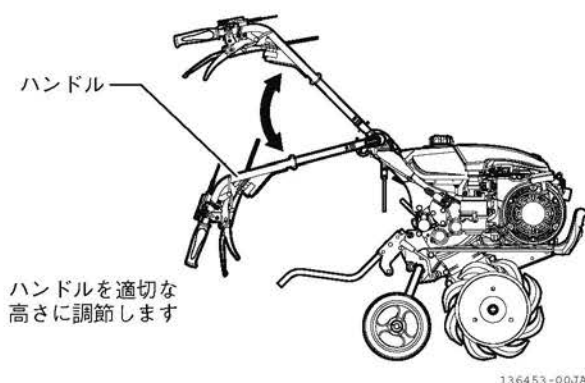

図 3-1 ハンドル高さの調節のしかた
2. ハンドルを上下に動かし、適切な位置にします。(図 3-1)